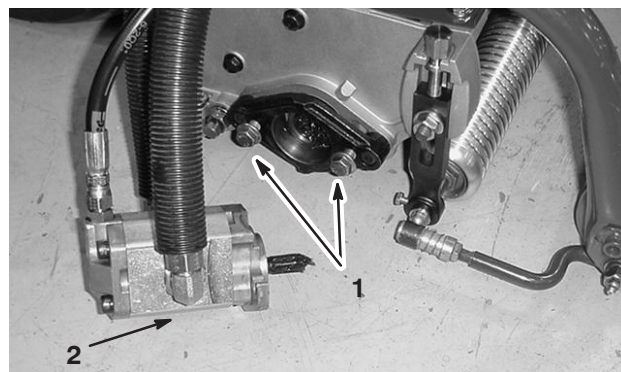

Figure 13
7. Installez les vis d'assemblage du moteur d'entraînement des cylindres sur chaque plateau de coupe. Laissez dépasser environ 13 mm de filetage sur chaque vis d'assemblage (Fig. 13).
10. Lubrifiez l'arbre cannelé de chaque moteur avec de la graisse propre, puis montez le moteur en le tournant dans le sens horaire de sorte que les brides dépassent les goujons. Tournez le moteur dans le sens anti-horaire jusqu'à ce que les brides encerclent les goujons. Serrez les vis de montage (Fig. 13).